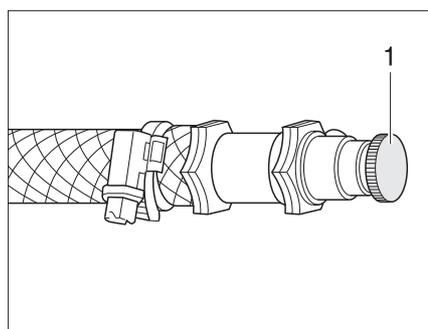

Bild 271 Entlüftungsventil Warmwasser-Heizung
- Das Entlüftungsventil (Bild 271,1) öffnen und geöffnet lassen, bis keine Luft mehr austritt.